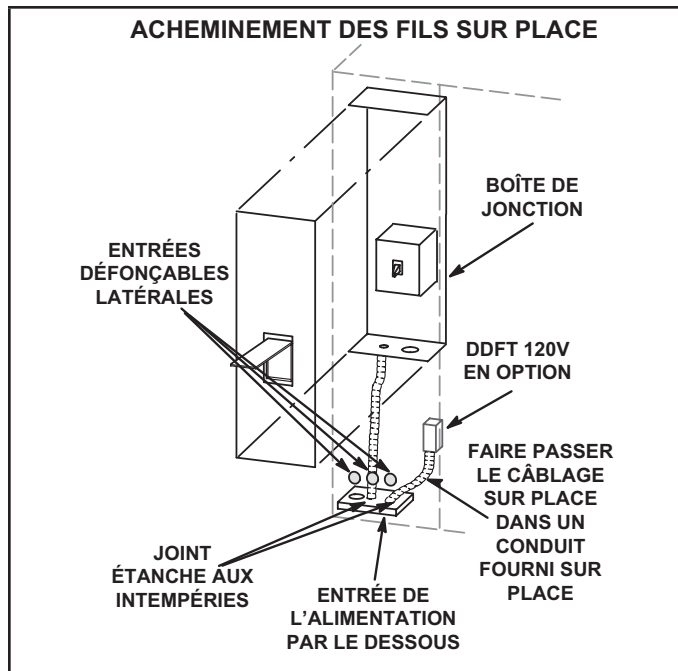

FIGURE 13
Acheminer le câblage sur place dans un conduit entre le sectionneur d'alimentation inférieur. Voir FIGURE 13. Cela ne remplace pas les codes locaux ou les autorités compétentes.
- 3 - Raccorder un câble séparé de 120 V sur une prise DDFT optionnelle. Acheminer le câblage sur place dans un conduit entre le sectionneur d'alimentation inférieur et le DDFT. Voir FIGURE 13.